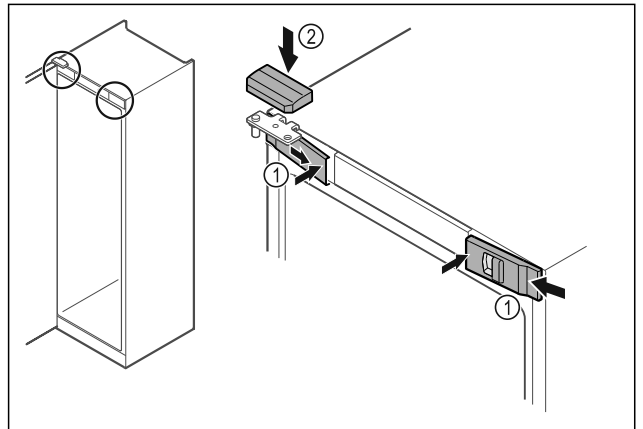

Fig. 54
- ▶ Vordere Abdeckungen Fig. 54 (1) seitlich einhaken und innen aufrasten.
- ▶ Obere Abdeckung Fig. 54 (2) von oben aufrasten.